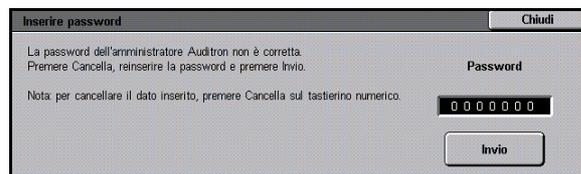

Fig. 6: Schermata Inserire password
- 2 Selezionare sullo schermo il pulsante del modo **Amministrazione Auditron** per visualizzare la schermata Inserire password, illustrata in Fig. 6.